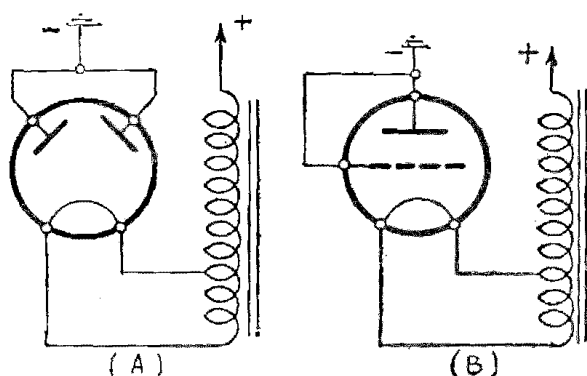

Fig. 8.19. - Altri due esempi di raddrizzatrici per lo schema di fig. 8.18.
plice diodo, ed è perciò la più semplice valvola che esista. Va bene qualsiasi marca o tipo. Può venir adoperata anche una raddrizzatrice a due placche, molto più facilmente trovabile, o prelevabile da qualche vecchio apparecchio fuori uso. In tal caso le due placche vanno collegate insieme, come in (A) nella fig. 8.19. Poichè l'apparecchio assorbe solo pochi milliamperes di corrente, si può anche usare un triodo, specie se del tipo adatto per bassa frequenza o amplificazione finale, collegando alla placca la griglia, come in (B). Se